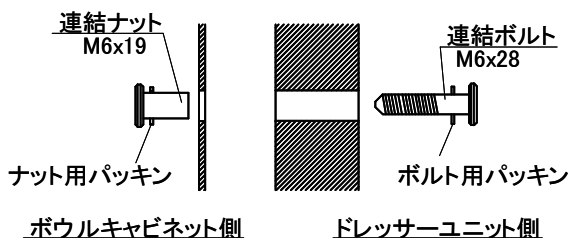

図9-5
- ②ドレッサーユニットとボウルキャビネットを連結ボルトとナットで連結してください。(図9-5)